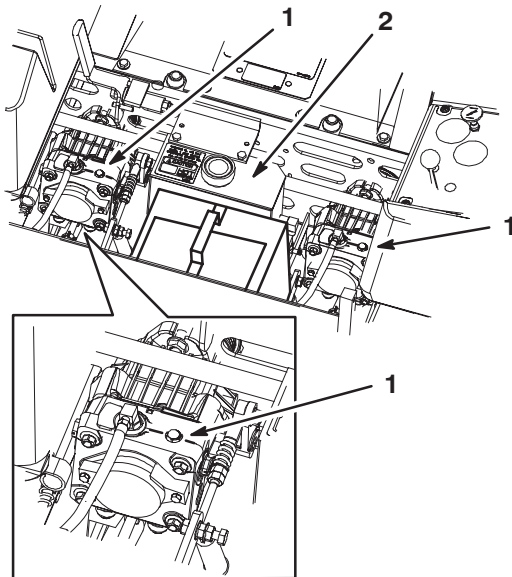

Figure 27
2. Tournez les vannes de dérivation d'un tour dans le sens anti-horaire pour pousser la machine. Cela permet au liquide hydraulique de contourner la pompe et aux roues de tourner (Fig. 27).
1. Tournez les vannes de dérivation d'un tour dans le sens horaire pour conduire la machine (Fig. 27).